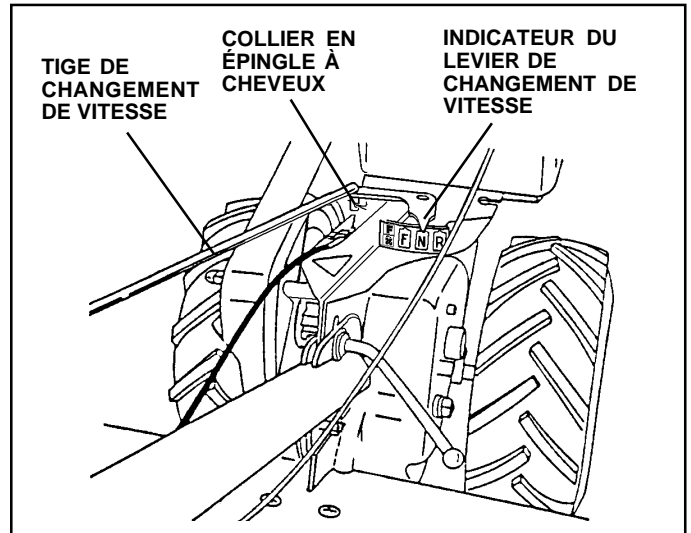

FIG. 7
RACCORDER LA TIGE DE CHANGEMENT DE VITESSE (Voyez la Fig. 7)
- Assurez-vous que l'indicateur du levier de changement de vitesse soit en position point mort ("N") (Voyez la Fig. 7).